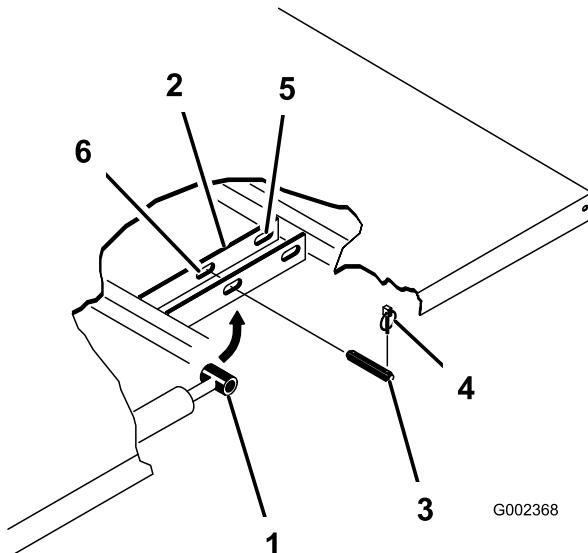

Figura 34
2. Retire los pasadores de seguridad de los extremos exteriores de los pasadores de las varillas de los cilindros (Figura 34).
3. Retire los pasadores que fijan los extremos de las varillas de los cilindros a las chapas de montaje de la plataforma empujando los pasadores hacia dentro (Figura 34).
4. Retire los pasadores de seguridad y los pasadores que fijan las placas de giro al bastidor (Figura 34).